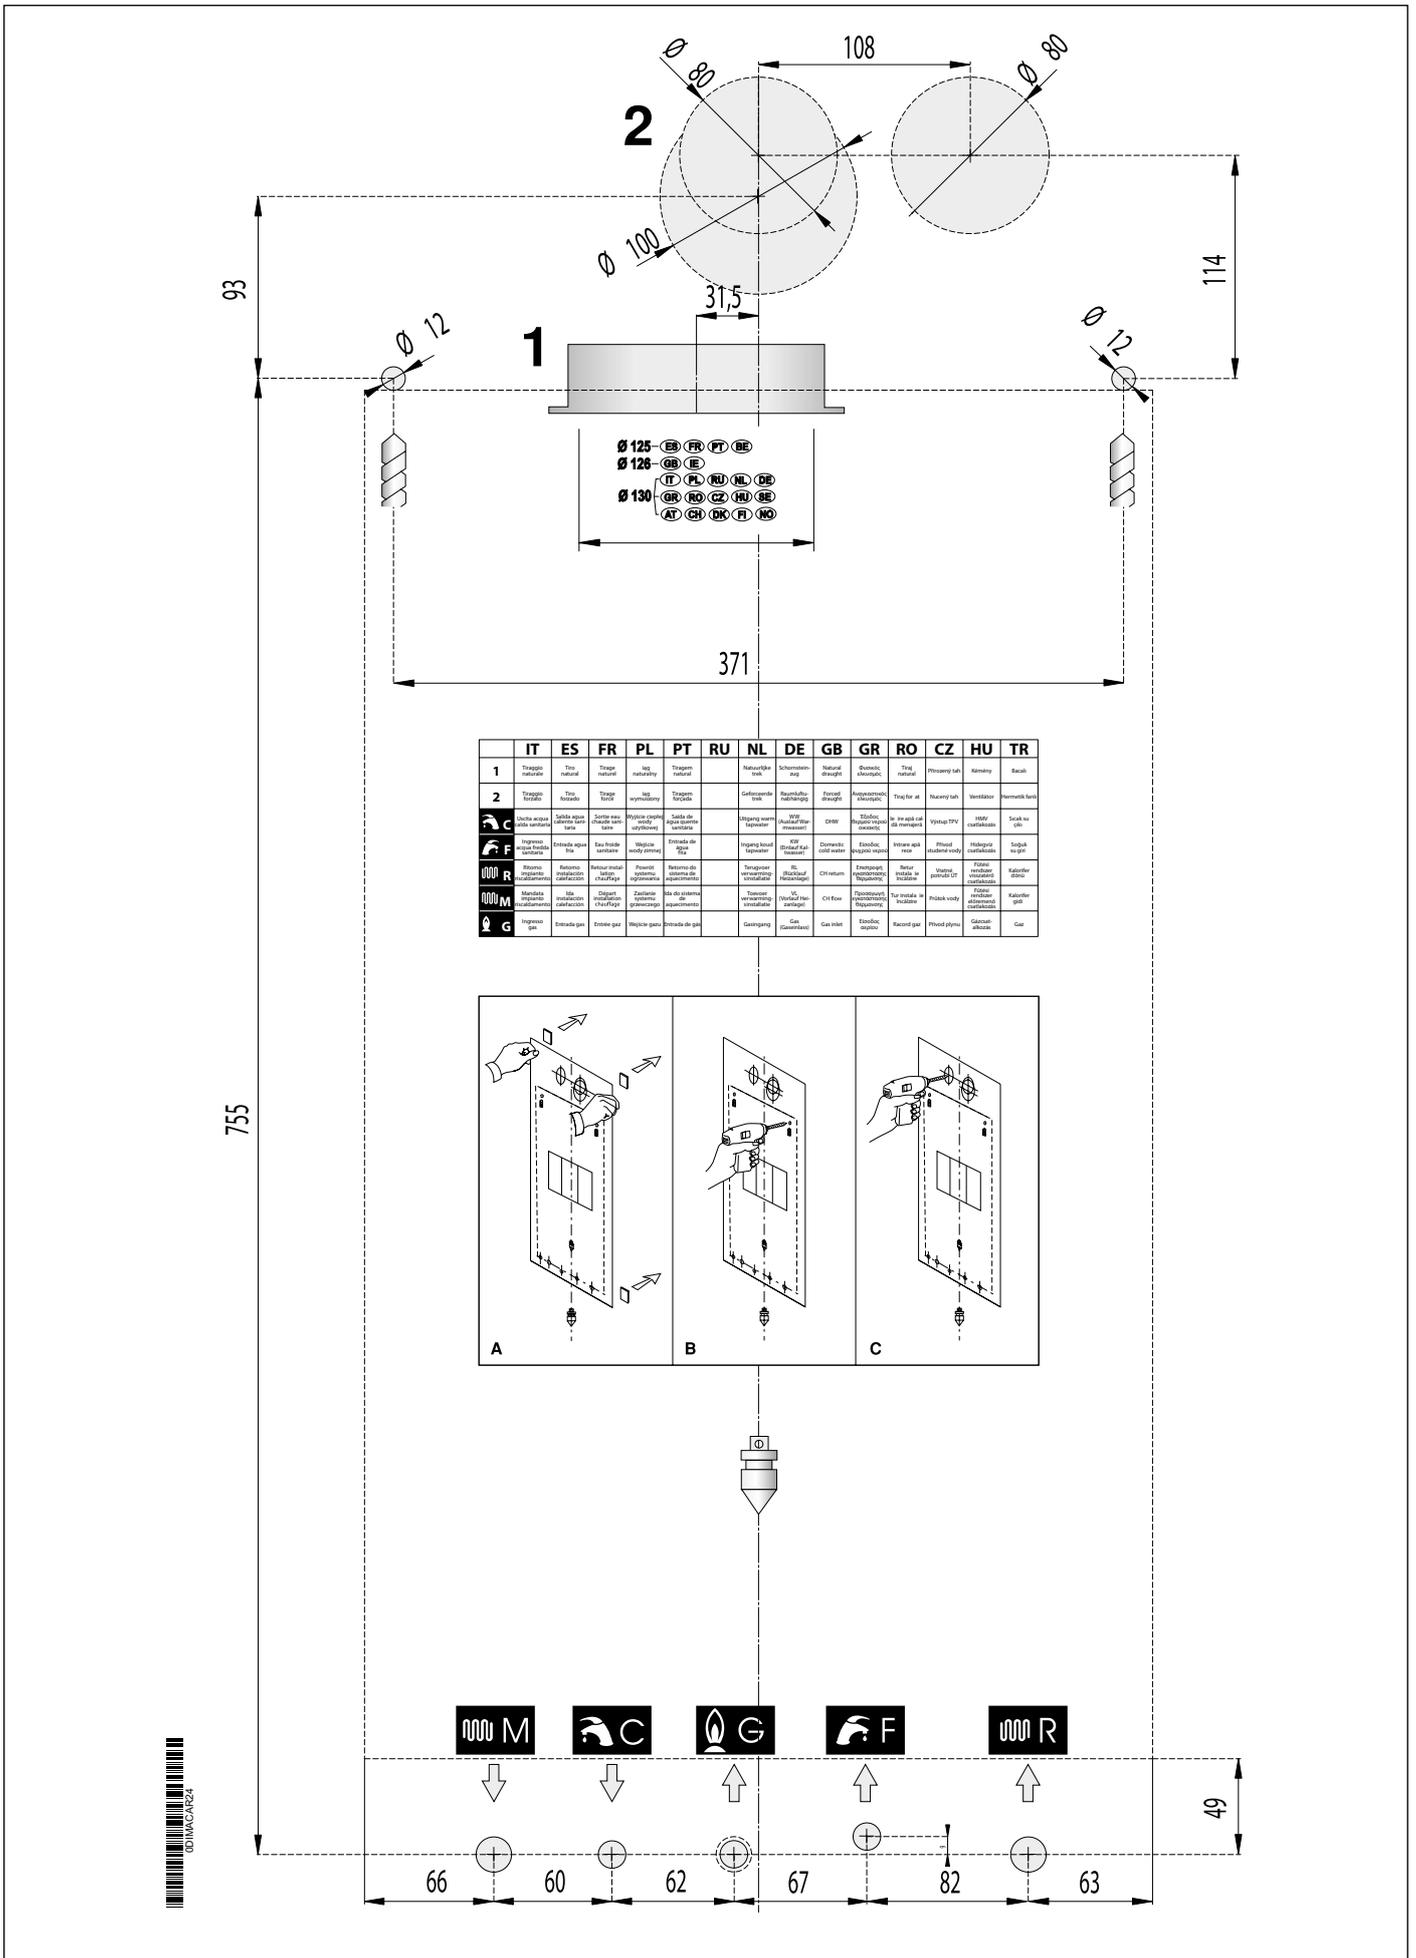

Fig. 5 Gabarito de instalação
- o gabarito de fixação da caldeira na parede (veja Fig. 5 Gabarito de instalação).
Cada aparelho é fornecido com um gabarito específico de papel (veja Fig. 5 Gabarito de instalação).
O envio e o retorno do aquecimento devem ser ligados à caldeira com as respetivas conexões de 3/4" **M** e **R** (veja Fig. 5 Gabarito de instalação).
A entrada de água fria e a saída de água quente sanitária devem ser ligadas à caldeira nas respetivas conexões de 1/2" F e C (veja Fig. 5 Gabarito de instalação).